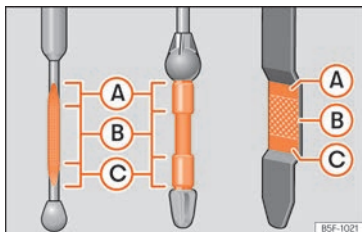

Fig. 288 Jauge d'huile moteur
- Puis retirez-la à nouveau et vérifiez le niveau d'huile » **fig. 288**. Faites l'appoint d'huile moteur si nécessaire.
- Dès que le niveau d'huile atteint la zone » fig. 288 (B), revisez soigneusement le bouchon de l'orifice de remplissage » ①.
① ATTENTION
Ne démarrez pas le moteur si le niveau d'huile se trouve au-dessus de la zone » fig. 288 (A). Risque d'endommagement du moteur et du catalyseur ! Prenez contact avec un atelier spécialisé.
Le niveau d'huile ne doit en aucun cas dépasser la zone » fig. 288 (A). Sinon, de l'huile risque d'être aspirée par l'aération du carter-moteur et d'être rejetée dans l'at-